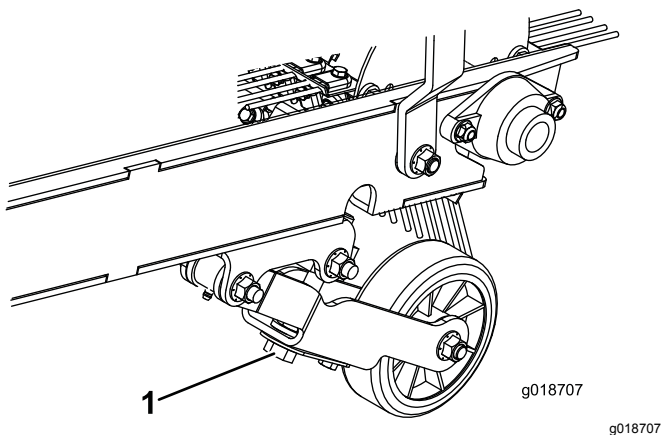

Рисунок 10
2. Поверните болт регулировки глубины так, чтобы гребенка слегка касалась верхней части травяного покрытия. Если установлена уборочная щетка, должен быть легкий контакт с поверхностью. Когда уборочная щетка работает, ширина площади контакта должна быть приблизительно 25 мм по всей длине уборочной щетки (Рисунок 10).